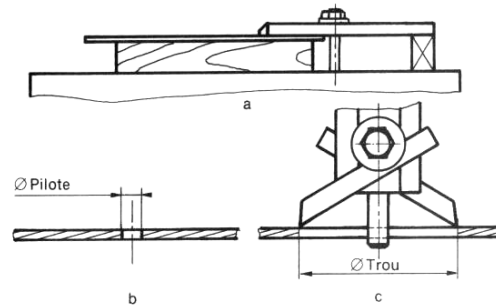

Figure 9
8) Perçage sur tôle (figure 9)
- Immobiliser la pièce par bridage ou pince-bloc ; une cale de bois est nécessaire entre la pièce et la table de la machine (figure 9.a).
- Percer le trou au diamètre du guide ou du pilote (figure 9.b).
- Découper le trou (figure 9.c).